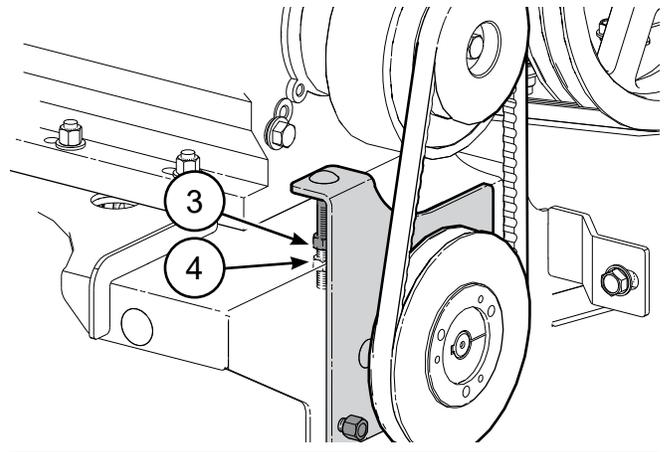

Fig. 49: Ajusteur de tension de la courroie
1. Une fois la courroie installée, serrez l'écrou de réglage de la tension de la courroie (élément 4, Fig. 49) afin d'enlever le mou de la courroie.